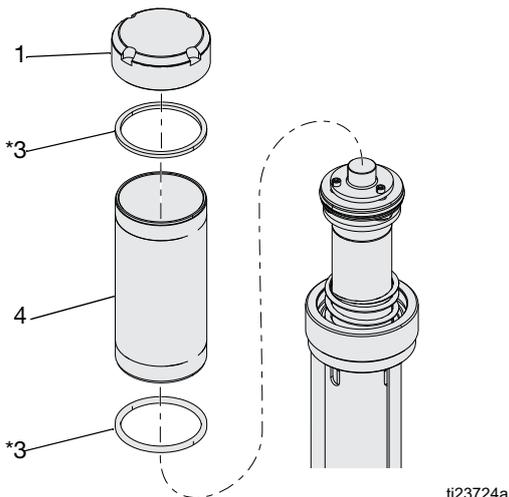

FIG. 10
2. Retire a tampa (1), o cilindro (4) e as juntas quadradas (3*). Inspeccione todas as peças, incluindo a mola sob a tampa (não mostrada em FIG. 10) quanto a danos e substitua se necessário. Consulte a FIG. 10. Desaparafuse à mão ou com uma chave de corrente para evitar a deformação da forma do cilindro.